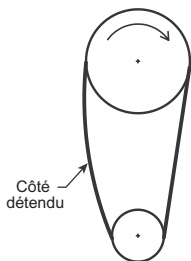

Figure 6
- b. Modèles 2RB65, 2RB66, 3ATT8, 3ATT9, 3ATU1, 3ATU2, 3ATU3, 4YY13, 4YY14, 4YY15, 4YY16, 4YY17, 5DVL4, 5DV06, 6KWJ9, 16D522, 16D523, 16D524, 16D525, 20FT09, 20FT14, 33X834, 33X835, 33X836: Les courroies doivent être juste assez tendues pour empêcher le patinage à pleine charge. Les courroies doivent présenter une légère courbure sur le côté détendu durant la marche à pleine charge. Voir la Figure 6.